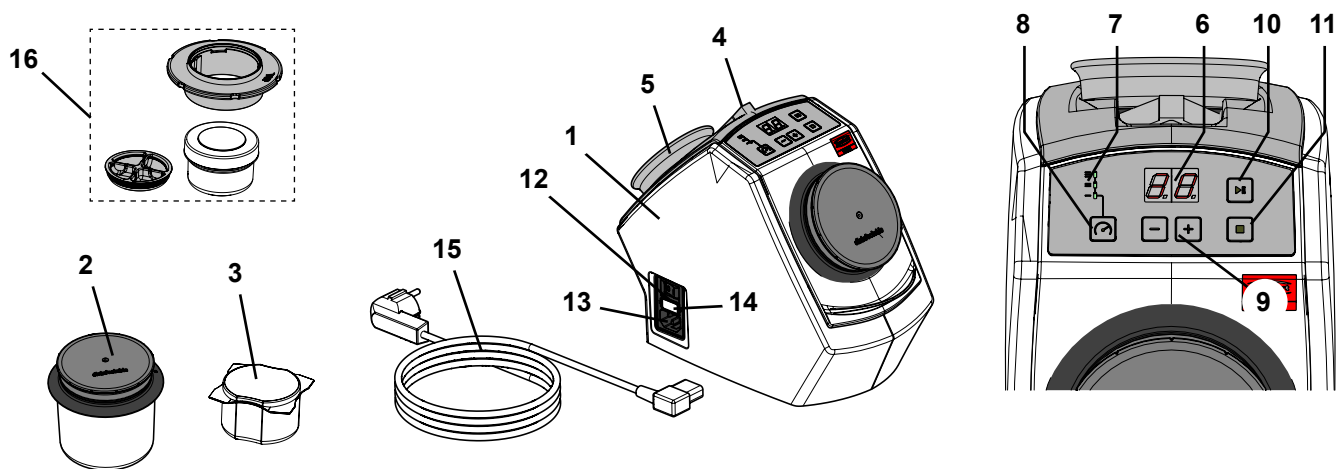

図 1
- ▶ 保持磁石（図1の5）には鉛が含まれています。
- ⇒付属のピンセットと固定マグネットを装置背面のホルダーに置きます（図 1）。
- ⇒電源コード(15, 図 1)、地域に適応するプラグを選択して下さい。
- ⇒電源コード を電源コンセント (13, 図 1) に挿し込みます。
- ⇒装置のメインスイッチをオンにして下さい（(12, 図 1)）。
- ⇒クリーニングビーカー（2、図1）に75 gのクリーニングニードル（1つのパッケージユニットに対応）を充填します。
- ⇒SYMPRO小型容器(アクセサリ)(16、図1)に5gまでのクリーニングピンを入れます